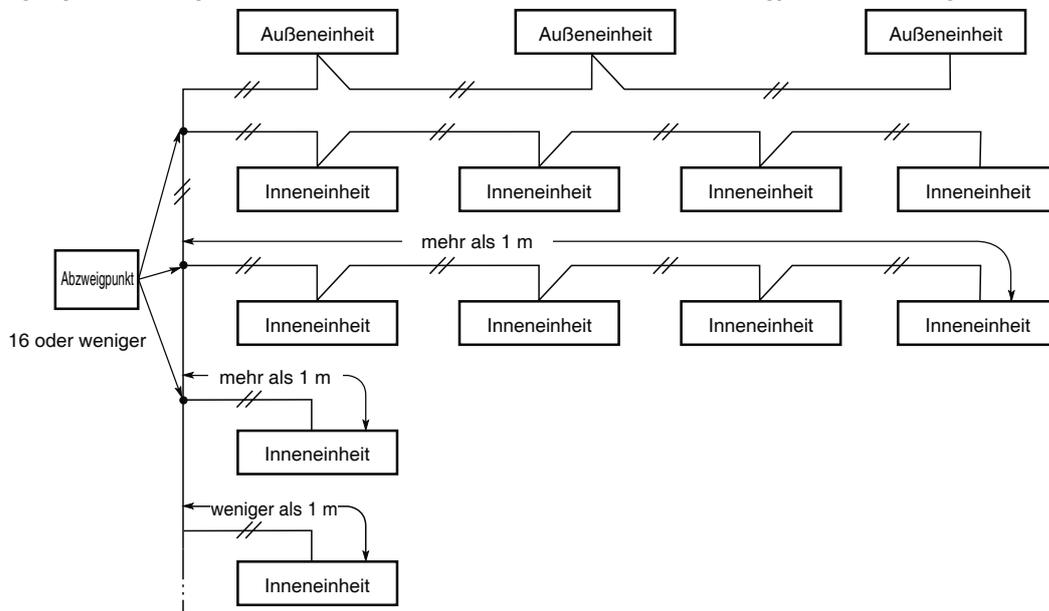

Abb. 4-3
- (4) Wenn ein Einheiten-Steuerverbindungskabel angeschlossen werden soll, darf die Anzahl der Abzweigungspunkte nicht höher als 16 liegen. (Abzweigungen mit weniger als einem Meter sind in der Gesamtzahl der Abzweigungspunkte nicht eingeschlossen.) (Abb. 4-3)